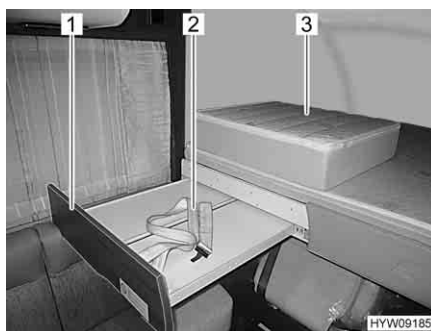
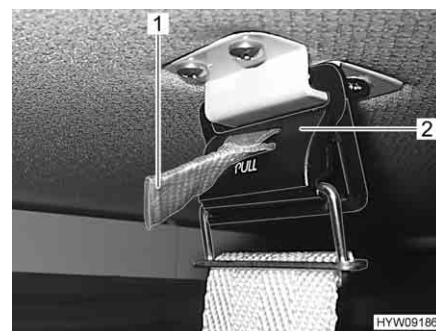
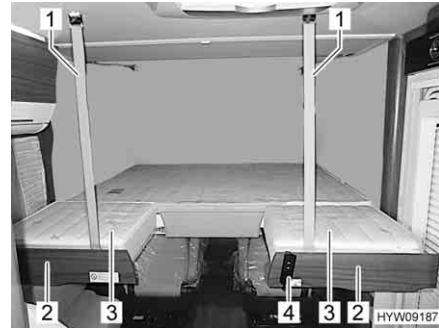

Fig. 104 Base estraibile (letto basculante longitudinale)
Fig. 105 Chiusura (cintura di ritegno)
Fig. 107 Letto basculante longitudinale
- Estrarre le basi estraibili (Fig. 104,1) da entrambi i lati fino a battuta.
- Fissare le cinture di ritegno (Fig. 104,2) al soffitto. Le chiusure (Fig. 105,2) sono magnetiche e si fissano semplicemente avvicinandole.
- Posizionare i cuscini aggiuntivi (Fig. 104,3) sulle basi estraibili.
- Rimuovere i cuscini aggiuntivi (Fig. 107,3) dalle basi estraibili e stivarli in modo sicuro.
- Staccare le cinture di ritegno (Fig. 107,1) e riporle nelle basi estraibili. Per staccare le chiusure (Fig. 105,2) tirare in corrispondenza del nastro rosso (Fig. 105,1).
- Fare scorrere entrambe le basi estraibili (Fig. 107,2) nel letto basculante fino a battuta.
- ▷ L'apertura e la chiusura del letto basculante avviene elettricamente mediante l'elemento di comando (Fig. 107,4). Il funzionamento è lo stesso di quello a comando manuale.